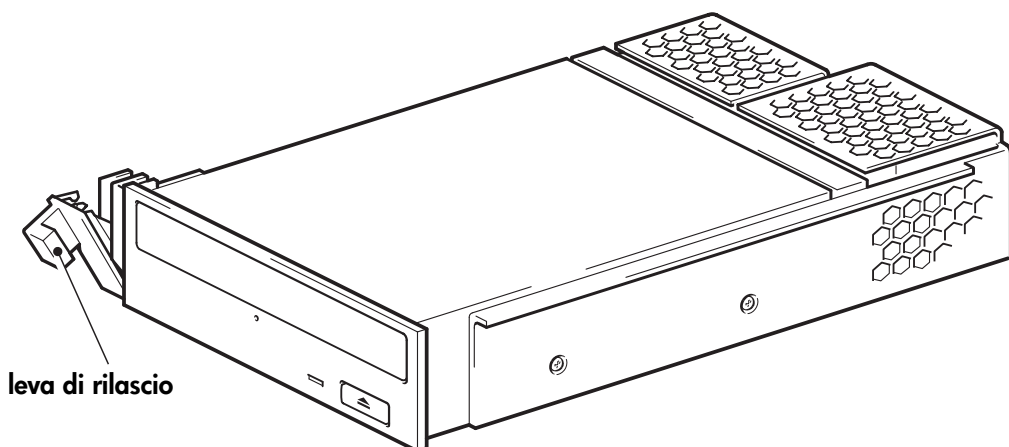

Figura 1a: leva di rilascio su out
- 1 Prima di installare un'unità DVD+RW, controllare che la leva di rilascio sia in posizione completamente aperta (tutta verso l'esterno) come indicato nella figura 1a.